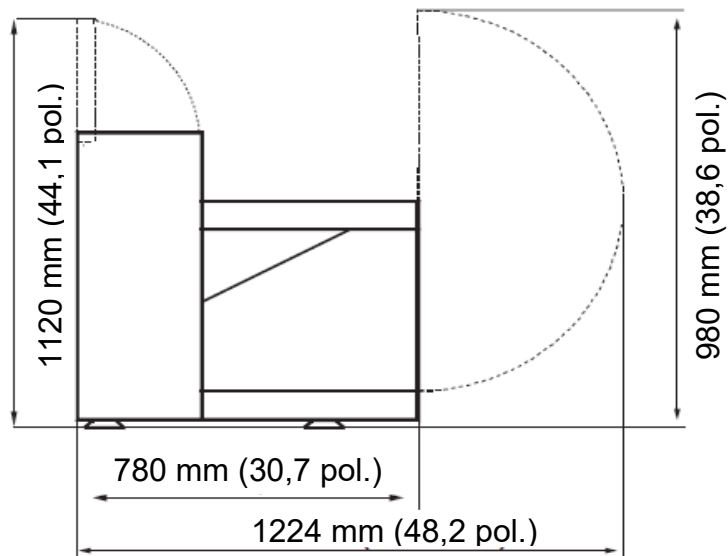

Figura 3. Dimensões de um AcfS Library Robot e de um AcfS Detection Robot (vista do lado esquerdo)
- Figura 3. Dimensões de um AcfS Library Robot e de um AcfS Detection Robot \(vista do lado esquerdo\) \(33\)